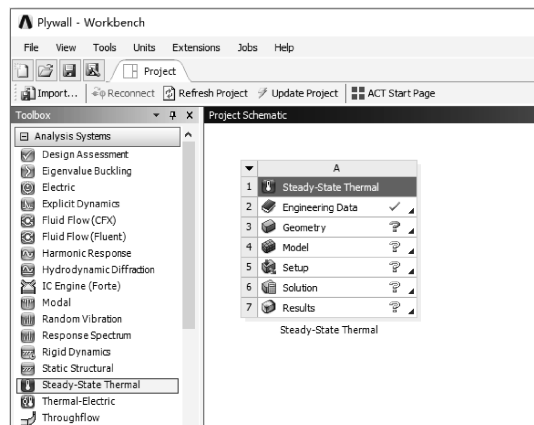

图 3-2 创建飞机双层壁热分析
(1) 在工具箱【Toolbox】的【Analysis Systems】中双击或拖动稳态热分析【Steady-State Thermal】到项目分析流程图，如图 3-2 所示。
(2) 在 Workbench 的工具栏中单击【Save】，保存项目实例名为 Plywall.wbpj。工程实例文件保存在 D:\AWB\Chapter03 文件夹中。